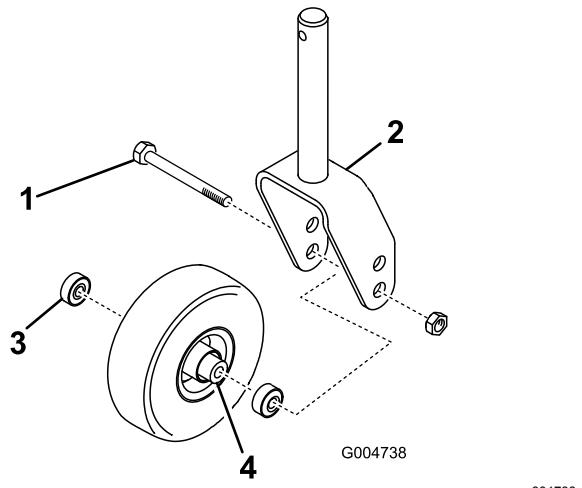
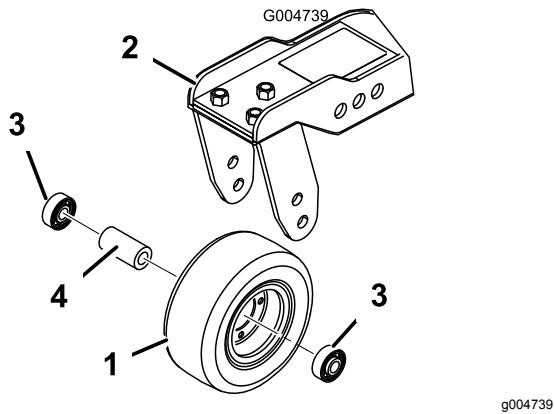

Figura 105
Figura 106
1. Retire a porca de bloqueio do parafuso que fixa o conjunto da roda giratória entre a forquilha da roda giratória (Figura 105) ou o braço articulado da roda giratória (Figura 106).
2. Retire o rolamento do cubo da roda e deixe cair o espaçador do rolamento para fora (Figura 105 e Figura 106).